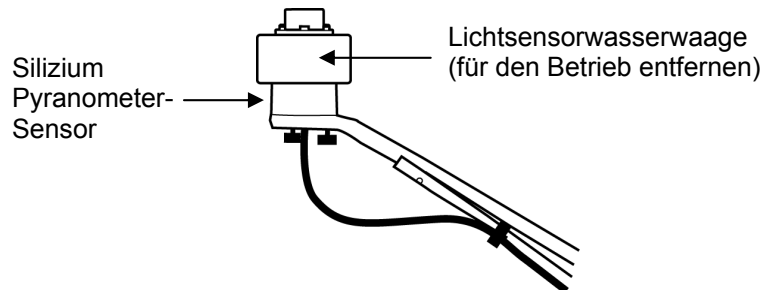

Abbildung 2: Nivellierung des Sensors auf der Lichtsensorhalterung
10. Überprüfen Sie die Ausrichtung und wiederholen Sie gegebenenfalls die obigen Schritte (siehe Abbildung 2).